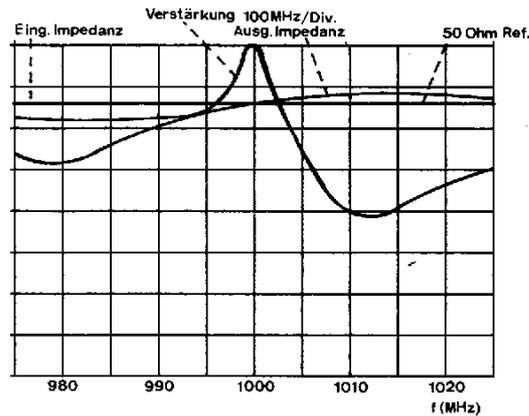

Fig. 16: Verstärkung und Anpassung
3.5.4 Ausgangsimpedanz (Fig. 16)